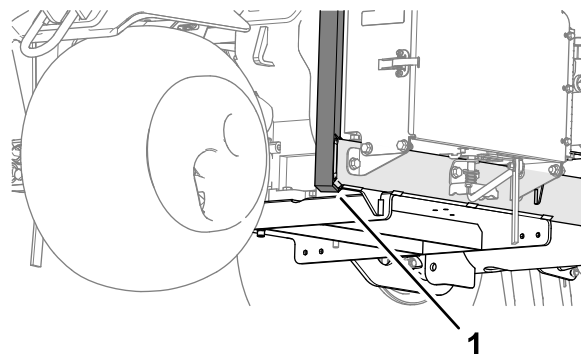

図 138
3. 機体前部のホイールサポートアームの下にジャッキを確実に置く 図 138。